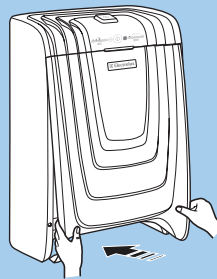

Fig. 17
- 5 Replace the front panel (Fig. 17).
- 5 Remplacer le panneau avant (Fig.17).
- 5 Reemplace el panel frontal (Fig. 17).